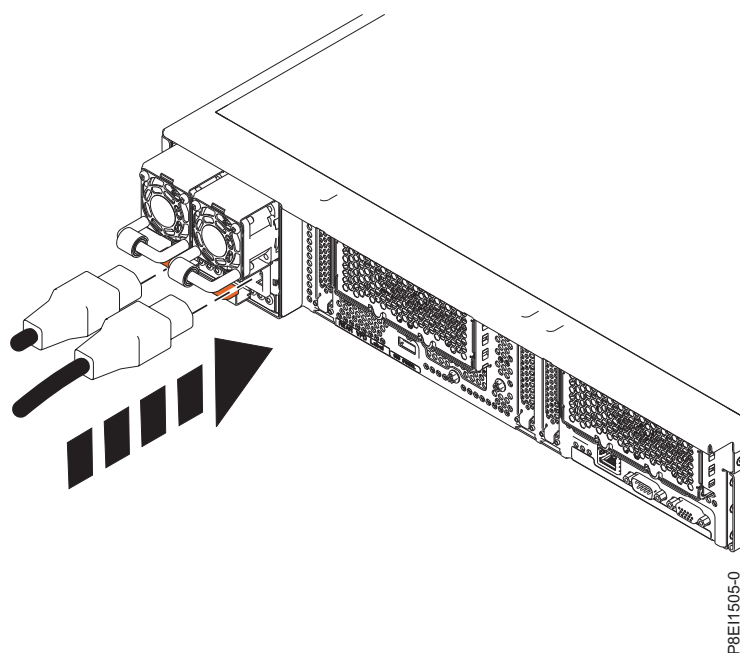

Figura 78. Conectando o cabo de energia à fonte de alimentação
- a. Conecte o cabo de energia à fonte de alimentação. Consulte Figura 78 na página 113.